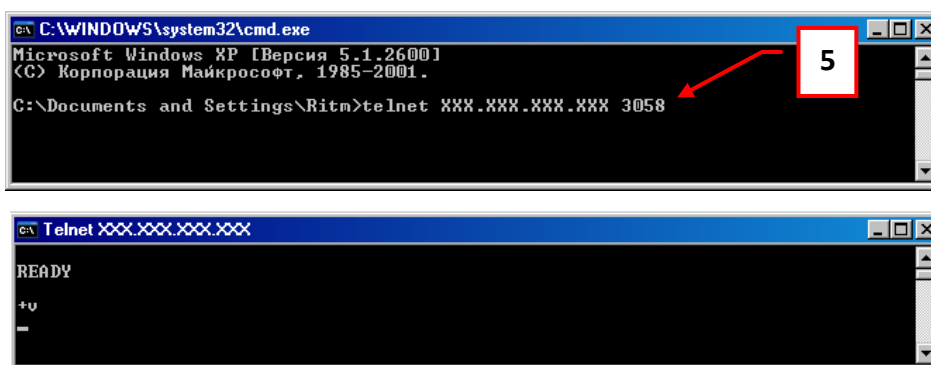
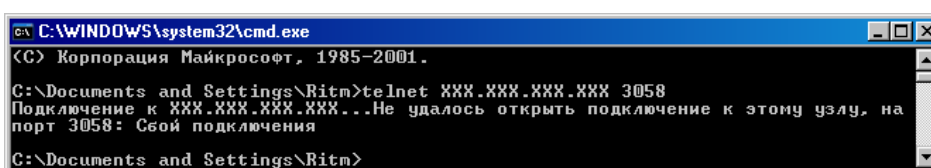

Рис.4.4.2. Проверка порта TCP 3058
Рис.4.4.3. Сбой подключения на порт TCP 3058
5. Ввести telnet XXX.XXX.XXX.XXX 3058, где 3058 – порт TCP, по которому будет производиться обмен данными, а вместо «иксов» должен быть введен внешний статический адрес сервера, и нажать «Enter» (см. рис. 4.4.2.).
Если появилась надпись «READY», как показано на рис. 4.4.2., порт 3058 открыт. Если появилась надпись «Сбой подключения», порт 3058 закрыт (рис. 4.4.3).